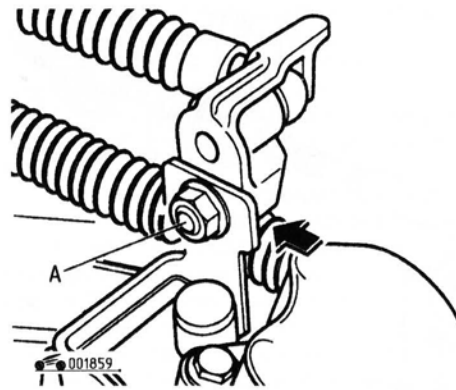

Рис. 5.38. Для регулировки перемещения вала выбора передач ослабьте гайку (А) и переместите шарнир троса по стрелке
6. Ослабьте гайку крепления шарнира к рычагу предварительного выбора передач и, перемещая шарнир троса в прорези рычага, установите требуемое перемещение вала (рис. 5.38).